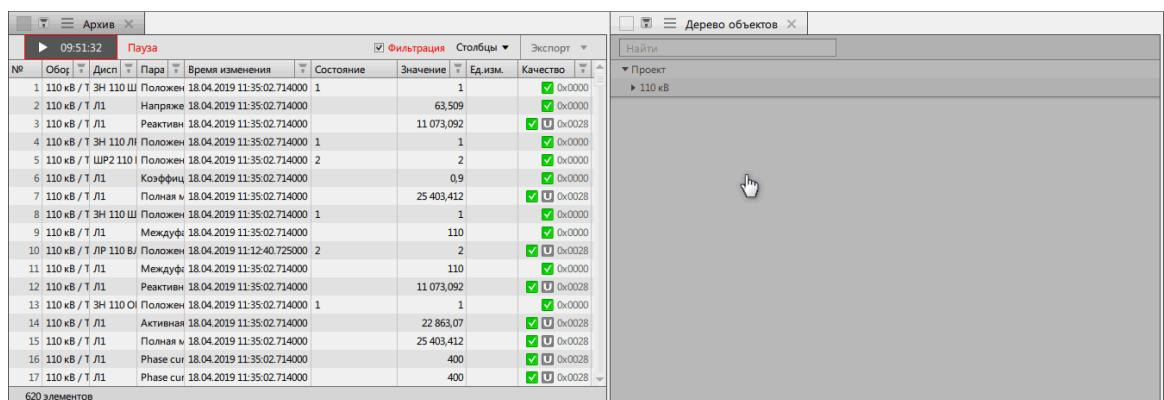

Рисунок 16 - Связывание окон
3. Выберите окно, с которым требуется выполнить связывание, и нажмите в любом месте (Рисунок 16).